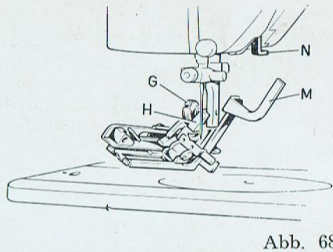

Abb. 68
Es wird der Spezial-Knopflohnähfuss (Abb. 68) eingesetzt. Man bringt ihn auf folgende Weise an:
- Der Nähfuss wird von der Seite her, und zwar von links nach rechts (von der nähenden Person aus gesehen) mit seiner Gabel « H » schräg (Abb. 68) unter den Schaft der Schraube « G » geschoben.
- Während dieser Arbeit muss der Hebel « M » senkrecht stehen, damit er sich nach Einsetzen des Nähfusses vor dem Hebel « N » befindet (Abb. 68).